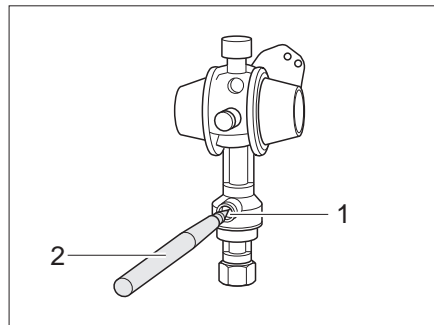

Fig. 161 Crash-Sensor
- Presionar con un pasador (Fig. 161,2) el botón de desbloqueo (Fig. 161,1) varios segundos.